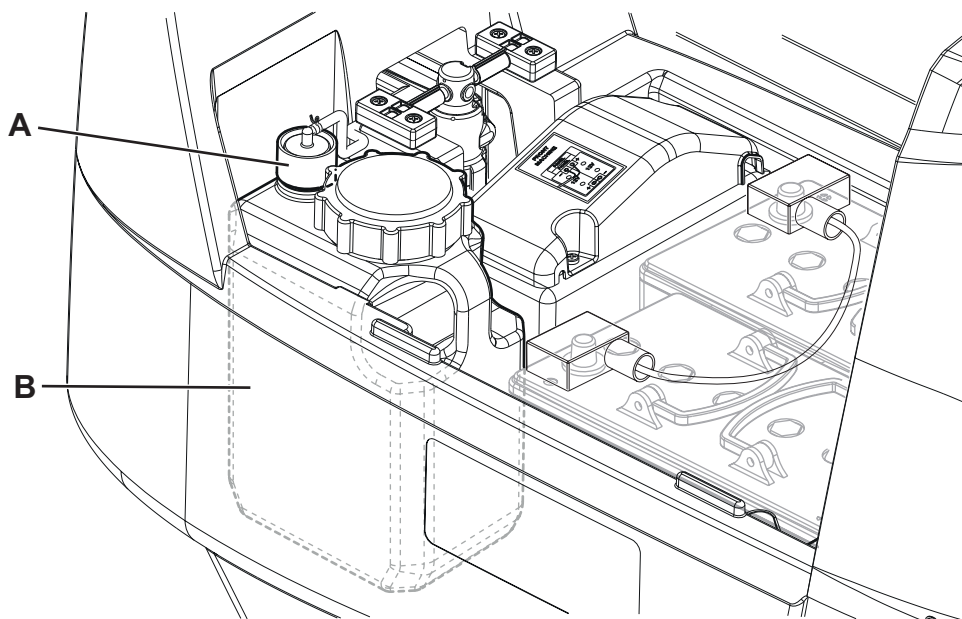

Рис. 15
2. Убедитесь, что машина отключена и ключ пользователя (51) извлечен.
3. Поднимите крышку (34) и проверьте, что бак (33) пуст, иначе опорожните его с помощью сливного шланга (12).
4. Закройте крышку (19).
5. Возьмитесь за ручку (16) и осторожно поднимите бачок (33).
6. Открутите крышку (А, Рис. 15) бака моющего средства (В).